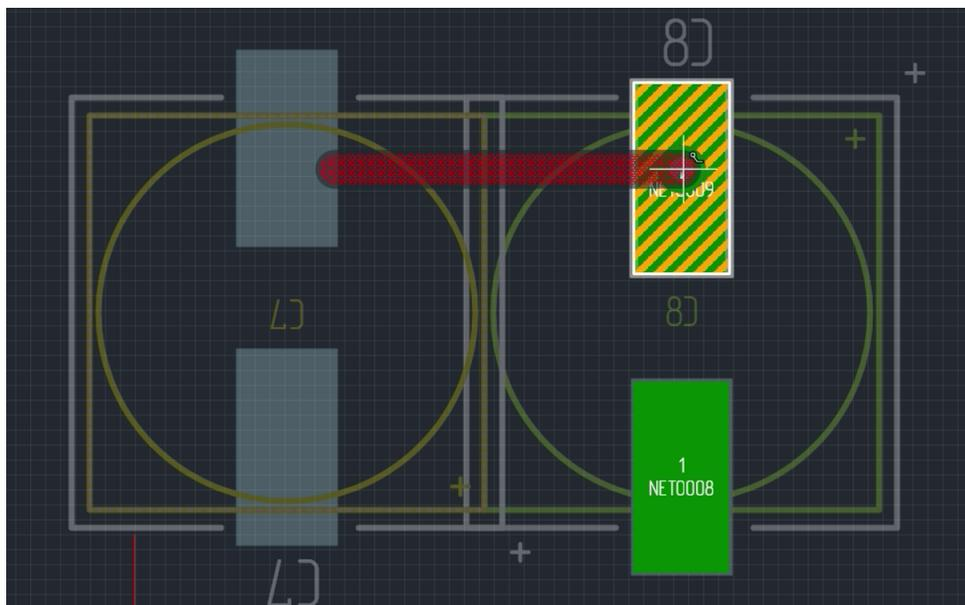

Рис. 204 Размещение ПО на КП в режиме трассировки
- Соединение двух КП. В режиме размещения трека иницилируем размещение с начальной КП, расположенной, например, на слое SIGNAL_TOP и переходим на слой SIGNAL_BOTTOM. В этот момент на конце трека возникнет переходное отверстие. Можно завершить трек, установив ПО непосредственно на финальной КП, см. Рис. 204.